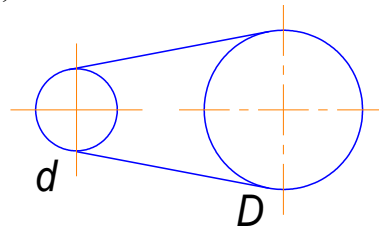

Рис. 5
5. Определить коэффициент скольжения в ременной передаче (рис. 5). Дано: $n_1=1600 \text{ об/мин}$, $n_2=380 \text{ об/мин}$, $d=100 \text{ мм}$, $D=400 \text{ мм}$.